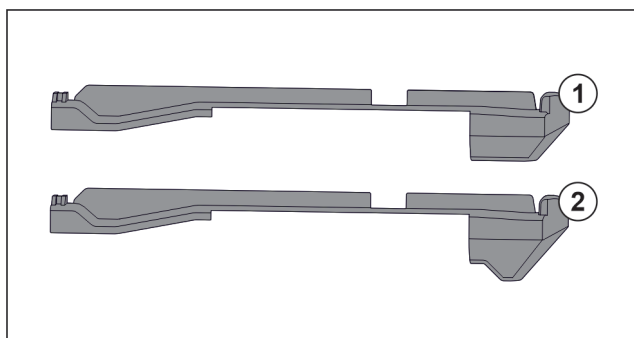

Fig. 31 Порівняння вставних частин
У пристрої є дві різні вставні частини. Вставна частина над самим нижнім висувним ящиком Fig. 31 (2) має трикутний край. Всі інші вставні частини Fig. 31 (1) мають прямий край.
- ▶ Розмістити вставну частину Fig. 31 (2) з трикутним краєм над самим нижнім висувним ящиком.
- ▶ Розмістити вставну частину Fig. 31 (1) з прямим краєм у всіх інших місцях.